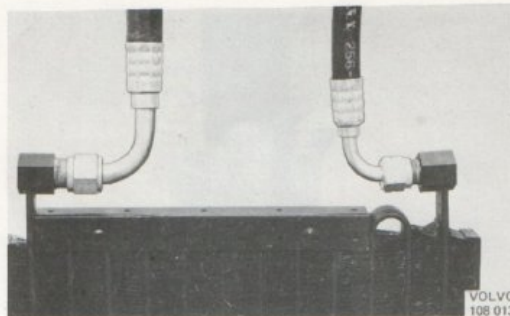

Bild 70. Montering av slangar på kondensor (164)
1. Om en ny kondensor ska monteras bör köldmedieslangarna skruvas fast på kondensorn innan denna monteras i vagnen. Smörj förskruvningarna med kylkompressorolja och montera slangarna enligt bild 70. Använd två nycklar vid fastdragningen så att kondensorrören ej vrids.